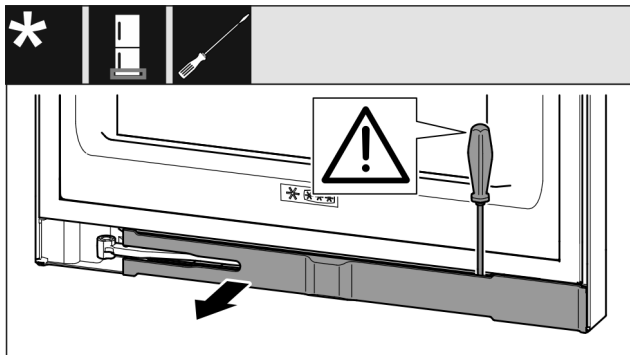

Fig. 14
- ▶ Blende mit Schlitzschraubendreher ausrasten und zur Seite schwenken. (siehe Fig. 14)